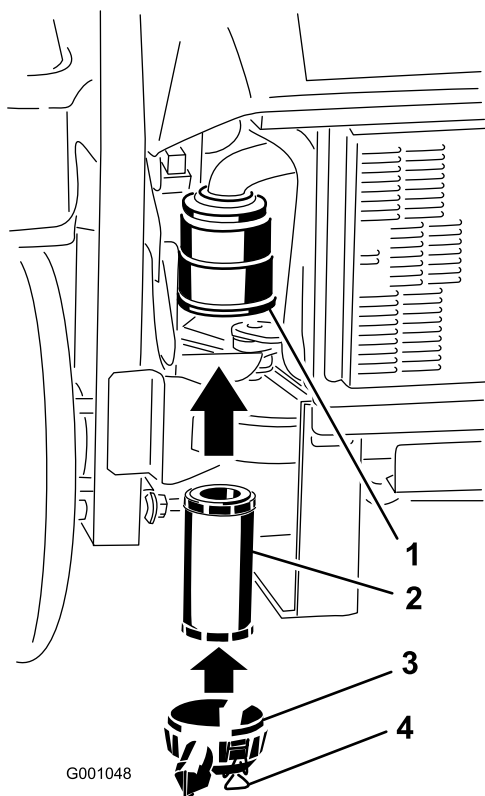

Figura 44
2. Inserite con cautela il filtro nel relativo corpo (Figura 44). Premete sul bordo esterno del filtro mentre lo inserite, per accertarvi che venga inserito a fondo.
3. Montate il coperchio del filtro dell'aria e chiudete i fermi (Figura 44).